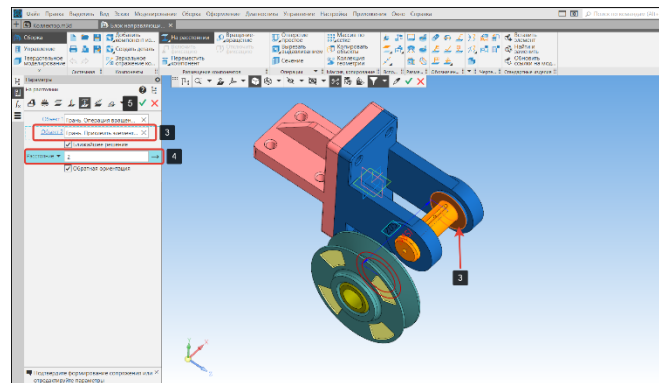

Рисунок 314 – Сопряжение На расстоянии. Объект №2
- Зададим значения расстояния (4) между объектами (3). Направление отсчета расстояния можно изменить на обратное, используя кнопку сменить направление (Рисунок 314);
- Для завершения работы команды нажмем кнопку Создать объект (5) (Рисунок 314).